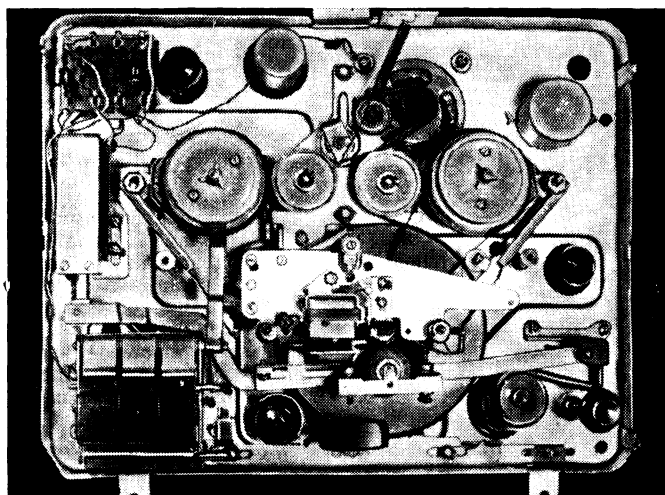

Рис. 210 Лентопротяжный механизм магнитофонной панели.
**Лентопротяжный механизм.** Под декоративной фальшпанелью расположен лентопротяжный механизм (рис. 210). Лентопротяжный механизм использован от панели, примененной в магниторадиолы «Харьков-63», но с некоторыми изменениями, улучшающими качество его работы. Приводится механизм в действие более мощным электродвигателем КД-3.5. Электромагнит прижимного ролика питается не переменным током, а постоянным. Добавлена направляющая колонка, установленная между ведущим валом и универсальной магнитной головкой.